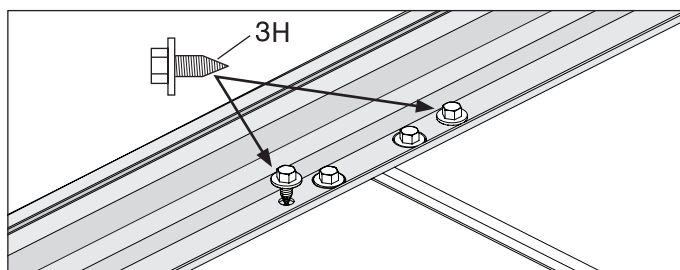

Figure 12
- b. (Installation de deux appareils seulement) Insérez les vis extérieures sur le support de fixation commun, alignez la garniture et fixez-la à l'aide d'une douille de 3/8 po. (Voir la Figure 12).